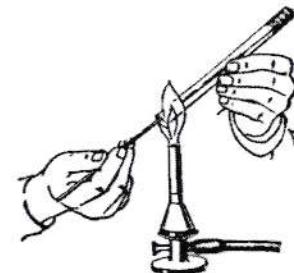

Рис. 2. Получение чистой бактериальной культуры
3. Левой рукой извлеките культуральную пробирку и снимите пробку с пробирки свободными пальцами руки, держащей петлю, но при этом пробку держат, не ставя на стол. Горловину пробирки кратковременно нагревают в пламени (рис. 2 и 3).